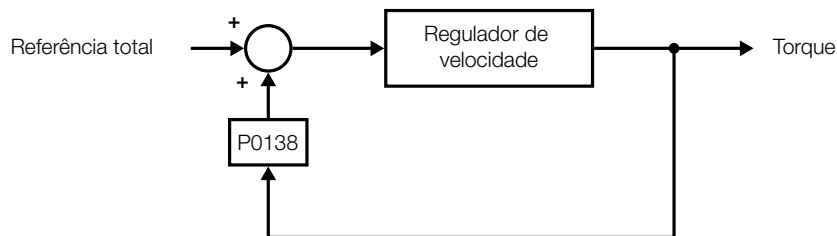

**Figura 5.13:** Curva V/f com compensação de escorregamento
- No modo vetorial (encoder ou sensorless) o parâmetro P0138 tem a função descrita na Figura 5.13 na página 5-23.